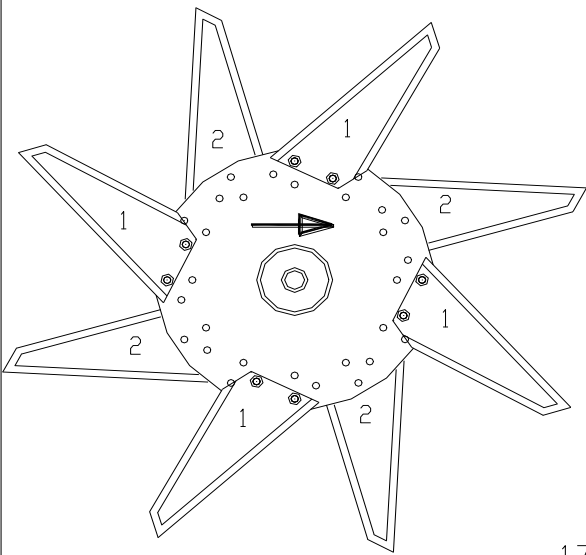

Fig. 4.
6. Knivsats för djupt snitt (följer standard med maskinen), kan monteras på rotorn enligt Fig.4. I Fig.4. är fyra knivar jämnt fördelade över en skiva. På nästa skiva ska knivarna monteras med förskjutning. I Fig.4 anges detta med ett nummer på knivarna. Ett betyder den första skivan etc. Montera knivarna på precis samma sätt som visas i Fig.4. Se Kapitel 12 för mer information om knivar och montering.